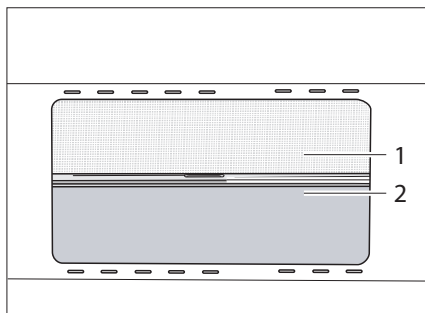

Figura 12 Ventana abatible
- Sujetar de la muesca (Figura 12,2) y tirar la persiana oscurecedora enrollable de arriba hacia abajo a la altura deseada.
- Sujetar de la muesca (Figura 12,2) y empujar la persiana oscurecedora enrollable hacia arriba.
- Tirar la mosquitera enrollable hacia abajo con el tirador (Figura 12,1).
- Empujar la mosquitera enrollable hacia arriba con el tirador (Figura 12,1).